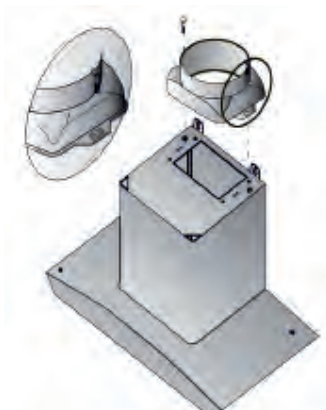

Рис. 22
5. Установите пластмассовый переходной фланец (если он не установлен) на соответствующее место сверху вытяжки с помощью двух шурупов (Рис. 22).